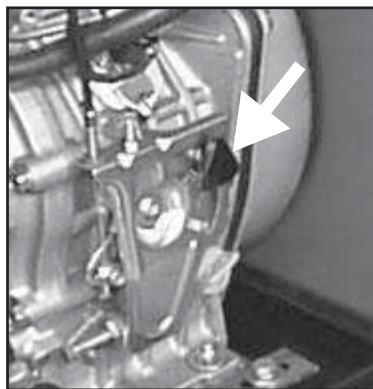

Fig. 7
- 2) Versión Motor Yanmar: Llevar el mando del acelerador, situado sobre el motor (ver fig. 7), a la posición alta; esperar a que el motor se apague por completo; devolver la llave a la posición "OFF".